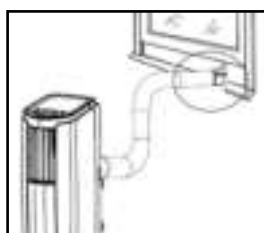
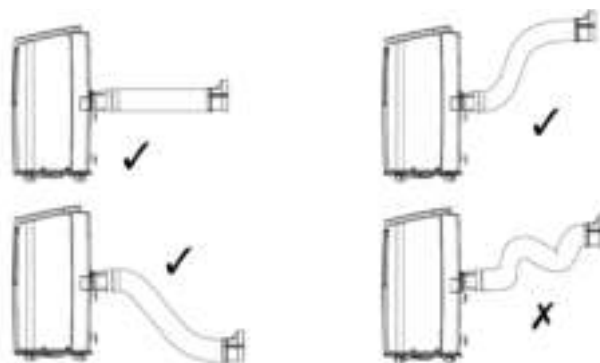

Figura 5
Figura 6
- 7 Pase el otro extremo de la tubería con el acople B/C hacia el exterior, por ejemplo por una ranura de la ventana (véase la figura 5). Procure que la posición de la tubería sea lo más recta posible (véase la figura 6).